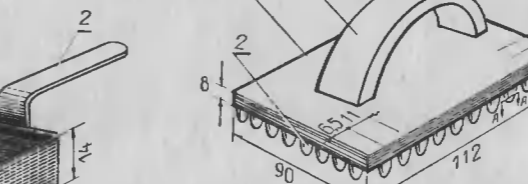

Рис. 21
**Розетки (рис. 21, 22, 23, 24)** — соответственно для 25, 50, 100 и 200 г зерна. Изготовьте на деревянных оправках вытяжкой в подогретом виде из оргстекла или винипласта.